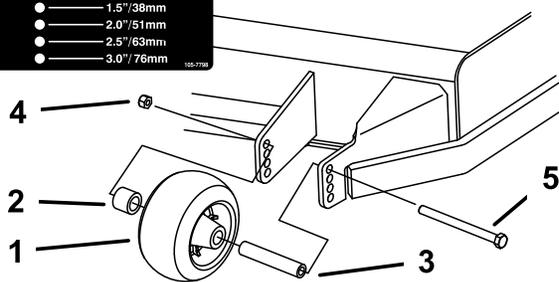
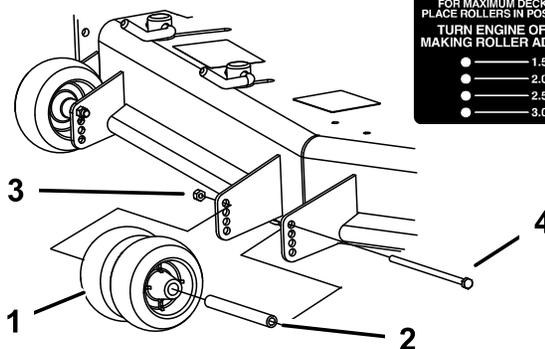
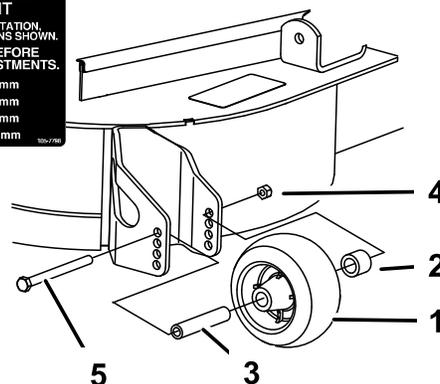

Figura 17
Figura 18
Figura 19
3. Después de ajustar la altura de corte, ajuste los rodillos retirando la tuerca con arandela prensada, el casquillo, el espaciador y el perno (Figura 17, Figura 18, y Figura 19).
Nota: Los dos rodillos centrales no tendrán espaciador (Figura 18).
5. Instale la tuerca con arandela prensada, el casquillo, el espaciador y el perno. Apriete a 54–61 Nm (40–45 pies-libra) (Figura 17, Figura 18 y Figura 19).